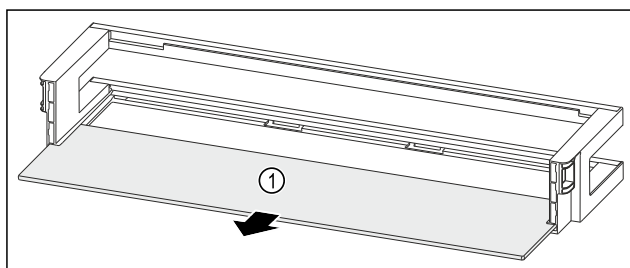

Fig. 48 Ajtópolc tárolólapal
- ▶ Vegye ki a tárolólapot Fig. 48 (1).